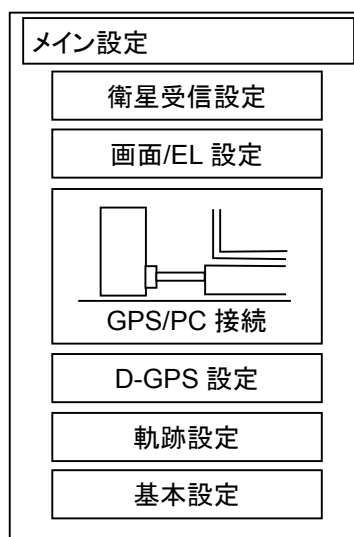
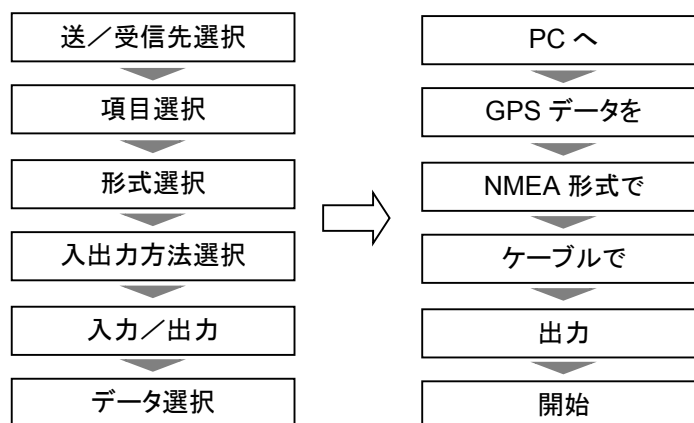

図 2-38 メイン設定画面
図 2-39 GPS/PC 接続画面
出力設定を行っていない場合は図 2-39 の左の画面が表示されます。
GPS/PC 接続画面の中に設定項目が 6 項目あります。カーソルキーと実行キーを使い、図 2-39 の左側の状態を右側の状態に設定してください。
5. 図 2-39 の最後の「開始」を選択すると通信が始まります。設定直後は下図の左側(設定直後)の図が表示され、しばらくすると図 2-38 の画面に戻ります。下図の右側(設定済みの場合)の図が表示された場合は戻るキーを押して、図 2-38 の画面に戻ります。